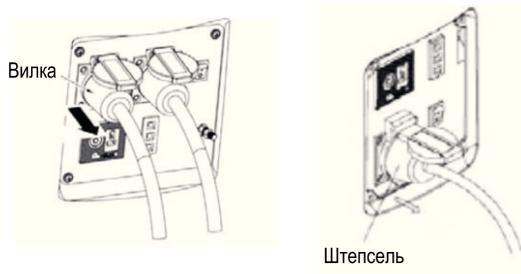

Рис. 20
1. Выключите подсоединенное электрооборудование и вытащите вилку из розетки генератора (рис.20).